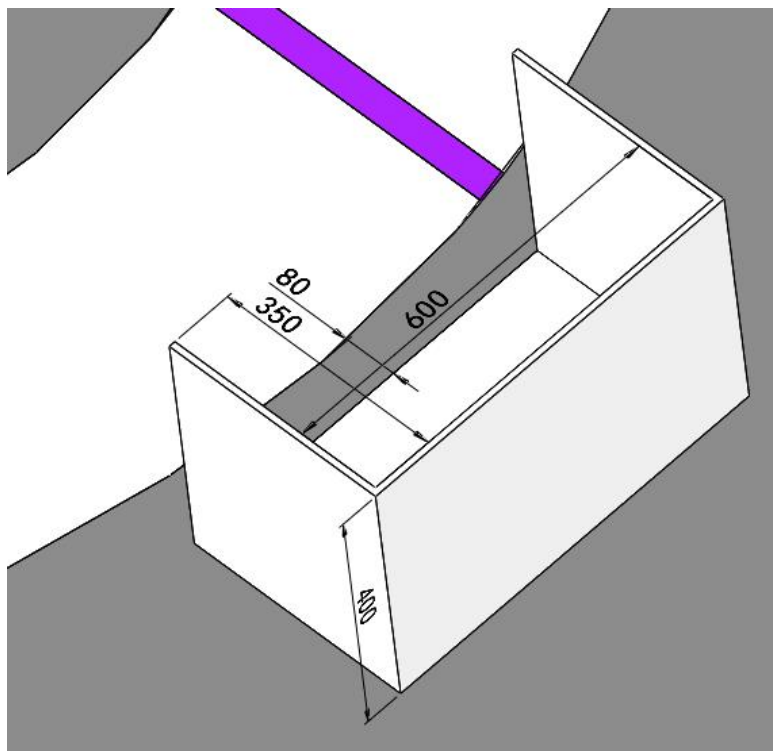

图 9 住户 1 标识尺寸（单位：mm）
3. 住户标识：分岔路两侧分别设置了住户，赛道上设置了紫色和棕色的标识色带。色带大小为  $500\text{mm} \times 50\text{mm}$ ，与住户最前端的立板平齐。如图 9、10 所示。